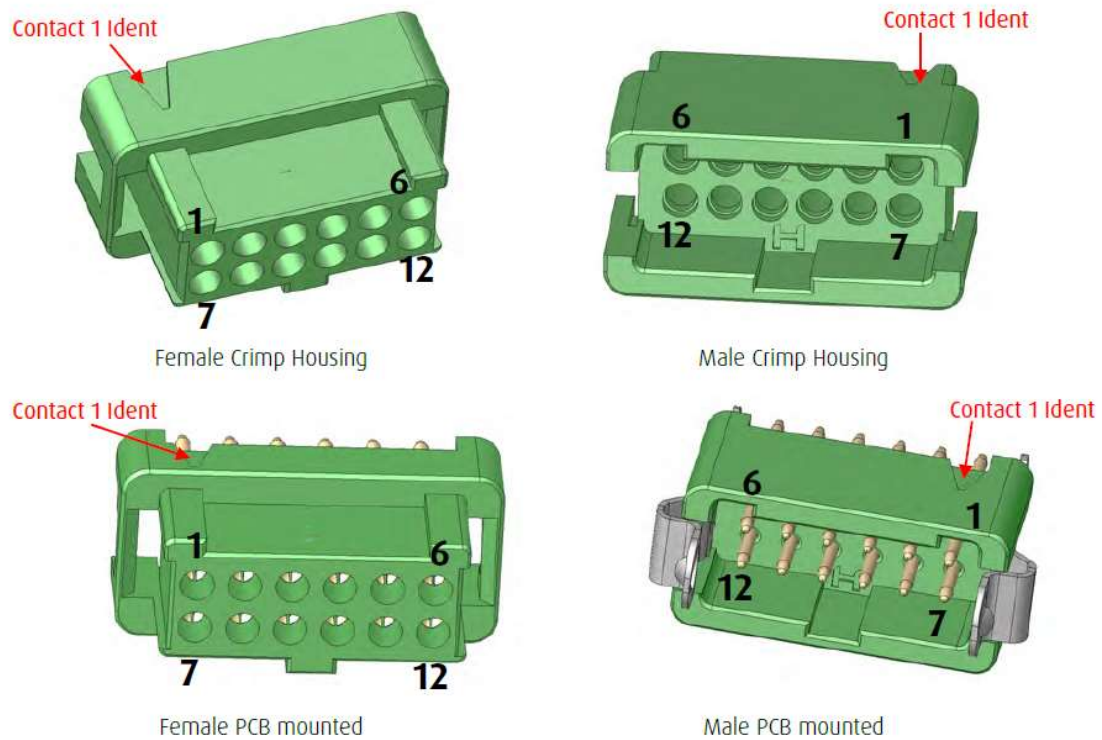

Figure 10 : Les connecteurs Gecko Latch offrent des loquets faciles à dégager entre les paires mâle et femelle. (Source de l'image : Harwin)
- Gecko Latch (conception originale) : Les connecteurs mâles de cette famille peuvent être équipés de loquets de verrouillage faciles à libérer pour une interconnexion sécurisée avec le connecteur homologue femelle (Figure 10).